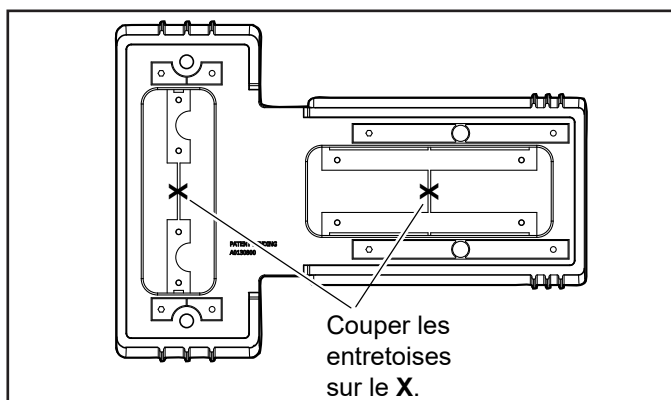

Figure 6. Découper les jeux d'entretoise de la base
- À l'aide d'une fraise, couper les barres en plastique reliant les jeux d'entretoises du haut et du bas comme illustré sur la figure 6.